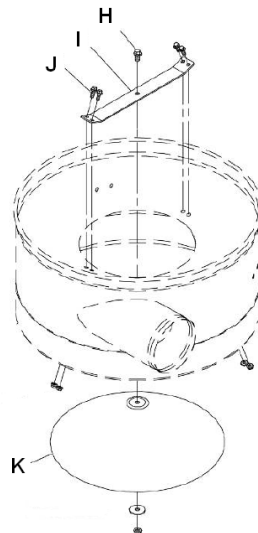

Fig 6
Montieren Sie die Kegelhalterung (I, Fig 6) am Gehäuse mit 4 Sechskantschrauben (J) und Muttern. Montieren Sie den Kegel (K) von unten mit Sechskantschraube (H), Scheibe und Mutter.